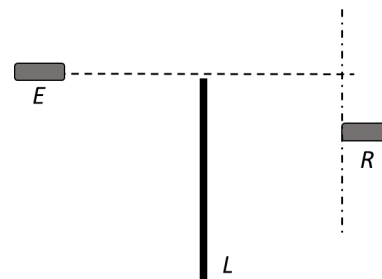

Figura 6: Montaje experimental para estudiar difracción de ultrasonidos por un borde.
1. Difracción de ondas en bordes: utilizando una placa sólida o algún similar, usted puede estudiar el fenómeno de difracción de ondas en bordes. Esto implica usar un montaje como el que muestra la figura 6.